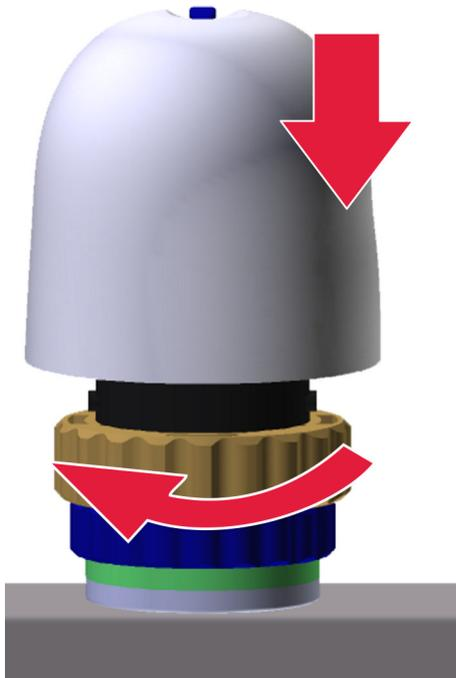

Abb. 67: Stellantrieb einsetzen
4. → Um den Stellantrieb einzusetzen, diesen mit dem Kabel nach hinten auf die Arretierung setzen. Leicht drücken und gegen den Uhrzeigersinn andrehen (Abb. 67).